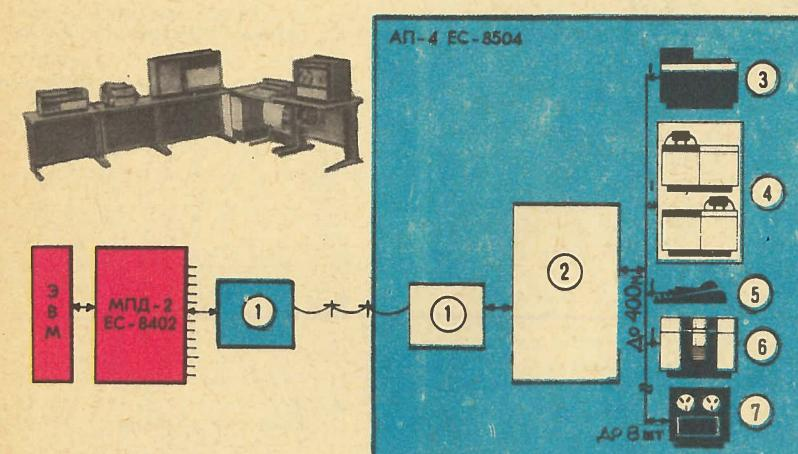

Рис. 2. Абонентский пункт ЕС-8504 (АП-4) обслуживает большое производство или несколько предприятий.
Вести передачу информации со скоростью 100 бит в секунду на большие расстояния невыгодно, поэтому АП-70 чаще всего подключается к более мощному абонентному пункту — АП-4 (рис. 2). В его оборудование входит перфокарточный ввод (3), перфоленточный вывод (4), пишущая машинка (5), алфавитно-цифровое печатающее устройство (6) и восемь магнитных ленточных накопителей (7). Информация от АП-70 или любого устройства вывода может вестись прямо в канал связи с ЭВМ или записываться на магнитную ленту, а затем передаваться блоком. На АП-4 ручейки информации сливаются в мощный поток, и для связи с ЭВМ используется некоммутируемая (если